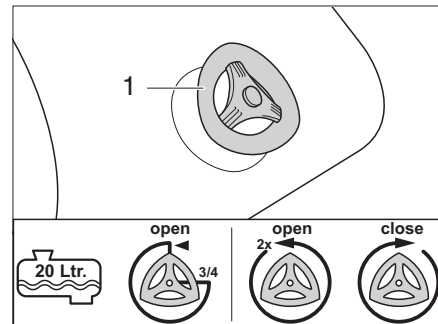

Bild 353 Ablasshahn
- 1/2 voll oder weniger: Den Ablasshahn (Bild 353,1) eine 3/4-Umdrehung gegen den Uhrzeigersinn drehen.
- 3/4 voll und mehr: Den Ablasshahn (Bild 353,1) 2 Umdrehungen gegen den Uhrzeigersinn drehen.
- Ablasshahn (Bild 353,1) im Uhrzeigersinn schließen.